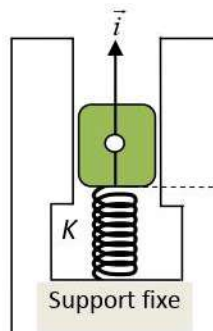

Fig.2
Partie II : Dans l'objectif d'estimer les forces de frottement s'opposant au mouvement du piston (masse m_p), nous réalisons une expérience, *indépendante du système étudié*, dans laquelle on rattache le piston à un ressort (masse négligeable) de longueur à vide L_0 , de raideur K (fig. 2).
- Après la mise en place du piston (m_p) sur le ressort, sa longueur est devenue L (le système piston-ressort est au repos). Exprimer $L_0 - L$ en fonction de m, g et K . Dans la suite, cette position d'équilibre statique sera considérée comme origine du mouvement vertical $x(t)$ (fig. 2 et 3).